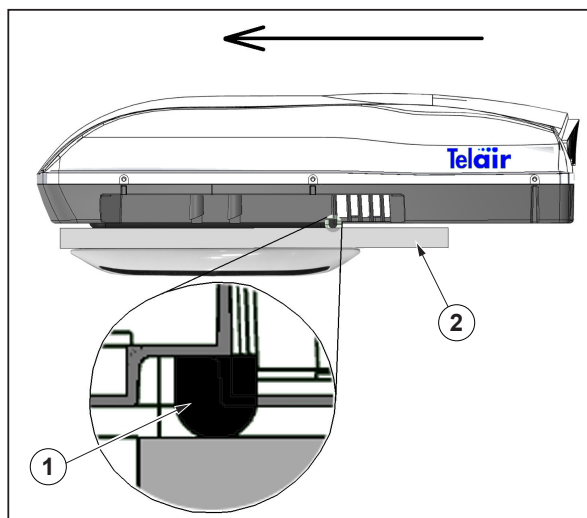

Fig. 8
Alvorens het apparaat te gaan installeren moet u controleren of de ronde afdichting aan de onderkant van de airconditioner nog goed op de betreffende plaats rondom het apparaat aangebracht is ("Fig. 8" ref. 1).
Zet de airconditioner op het dak van het voertuig ("Fig. 8" ref. 2) **maar schuif hem niet over het dak heen** en plaats hem op de opening van 395 x 395 mm waar u daarvoor afdichtingskit op aangebracht heeft. Als de airconditioner op de juiste manier in het midden van het dak geplaatst is dan zijn de 4 bevestigingsschroefdraadopeningen van binnenuit de camper te zien.
De in ("Fig. 8") afgebeelde pijl geeft de rijrichting van het voertuig aan.